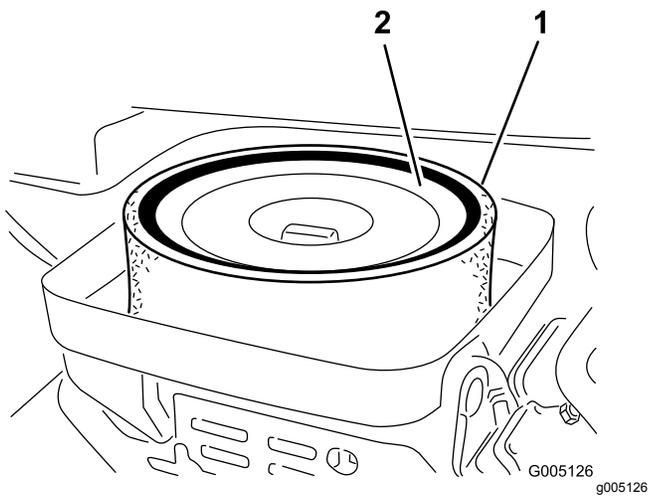

Figura 45
3. Se l'elemento in schiuma sintetica è sporco, rimuovetelo dall'elemento di carta (Figura 45). Pulitelo accuratamente, come indicato di seguito: